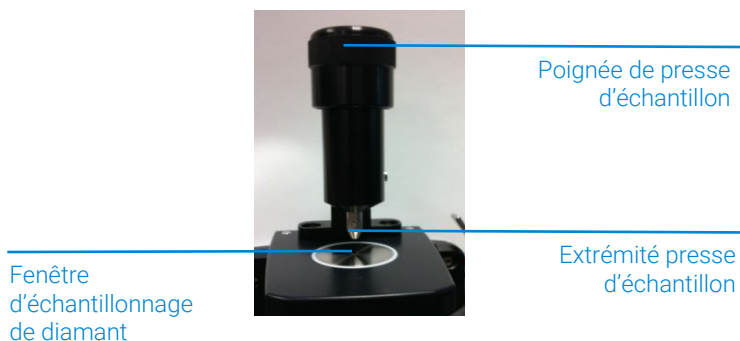

Figure 5 Presse d'échantillon d'accessoire ATR diamant en position la plus haute.
En mode chargement et nettoyage d'échantillon, la presse d'échantillon doit être en position la plus haute de telle sorte que l'extrémité de la presse d'échantillon soit bien au-dessus de la fenêtre d'échantillonnage en diamant (voir Figure 5). C'est dans cette position qu'il est possible d'accéder facilement à la zone de montage d'échantillon pour charger l'échantillon en place et nettoyer les surfaces d'échantillonnage avant que l'échantillon suivant ne soit analysé.
- 1 Ouvrez la presse d'échantillon en tournant la poignée supérieure dans le sens des aiguilles d'une montre jusqu'à ce que le dessus de la trajectoire de la presse soit atteint (voir Figure 5).
- 1 Tournez la poignée de la presse d'échantillon dans le sens des aiguilles d'une montre pour ouvrir la presse d'échantillon de manière à ce que l'extrémité soit légèrement surlevée par rapport à la fenêtre d'échantillonnage en diamant (voir Figure 5).